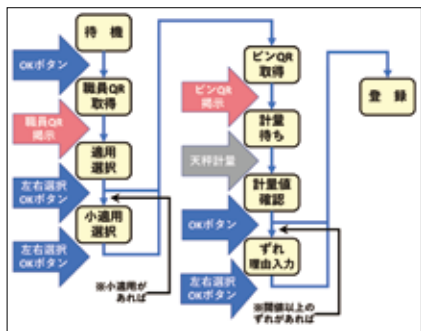

図2 薬品管理システムのフロー図(例)
図2は、薬品管理システムの作業フローチャートです。このように適宜、システムのボタンを押し項目を選択し、QRコードを読み込ませて各種情報を入力する流れとなっています。そして重量については天秤の計量ボタンを押すことで、端末へ転送・取得し、最後にデータベースへ登録するという流れになります。この度は ①計量結果を数字で読み上げることで端末に入力すること ②音声認識やデータ登録についてはジェスチャーで認識させることを検討し、さらに ③QRコードを使わない手法として、各種選択項目についてもジェスチャーと音声での対応を検討しました。